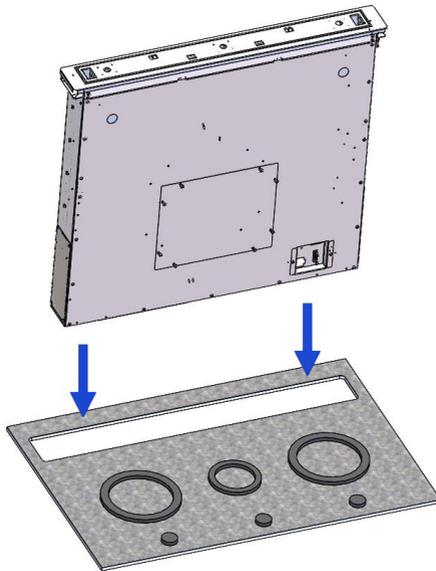

Fig. 14
7. Instale o downdraft no orifício feito, inserindo-o por cima (fig. 14),